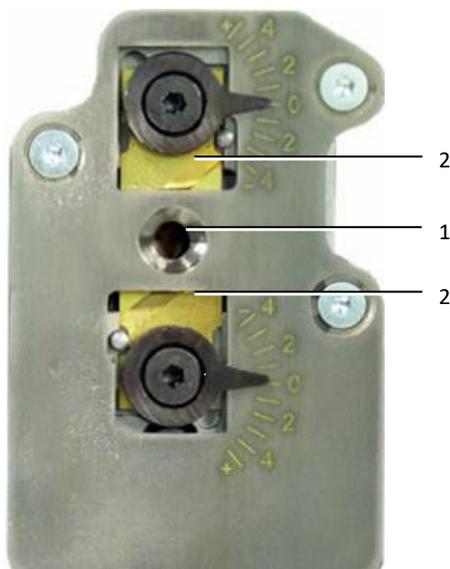

Abb. 24: Abisoliereinheit
- Reinigen Sie den Bereich um die Bohrung (Abb. 24, Pos. 1) mit einem Pinsel.
- Prüfen Sie die Messer (Abb. 24, Pos. 2). Bei Bedarf wechseln Sie die Klingen (vgl. Abschnitt 8.3 „Abisoliermesser wechseln“).